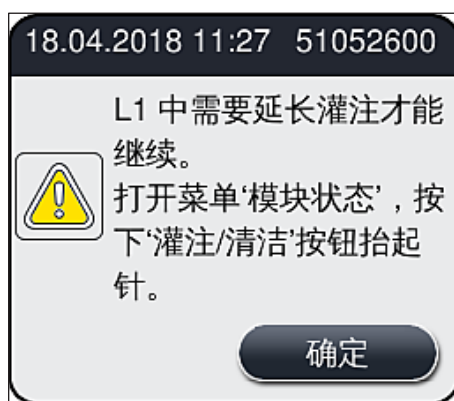

图 99
2. 请注意随后出现的消息(→ 图 99)，并使用确定按钮确认。